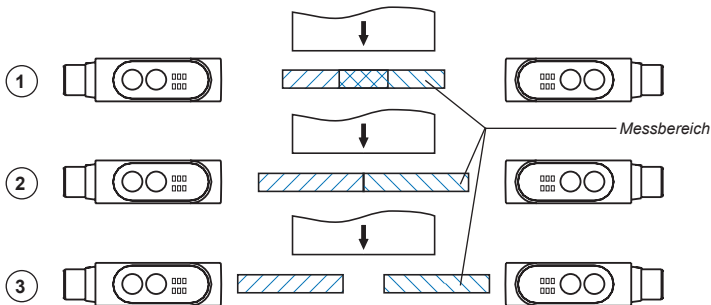

Abb. 20
Bei diesem Messverfahren werden zwei FT 50 RLA...S1 miteinander gekoppelt. Die Sensoren stehen sich dabei gegenüber (Dicken-Differenzmessung, Funktion Nr. 26) oder werden parallel angeordnet (Parallel-Differenzmessung, Funktion Nr. 27). Die Messbereiche können bei der Dicken-Differenzmessung überlappen (1), direkt angrenzen (2), oder auseinanderliegen (3) (Abb. 20).
1. Montage: Referenz-Objekt (Sollwert) im Messbereich positionieren und beide FT 50 RLA...(S1 Typen) so montieren, dass der Abstand zum Objekt immer innerhalb der Tastweite der Sensoren liegt (Abb. 20 und 22).
Obwohl ein FT 50 RLA nur einen Messbereich von 70, 100, oder 220 mm hat, ist es möglich durch die **Master-Slave-Schaltung** auch **Überbreiten** zu messen. Der Lösungsansatz ist durch die Anordnung beider Sensoren gegeben (Abb. 20). Der benötigte Messbereich hängt von der maximalen Dickendifferenz ab. Bei geringfügig schwankenden Dicken und geringen Führungsschwankungen können Sensoren mit kleinem Messbereich gewählt werden.